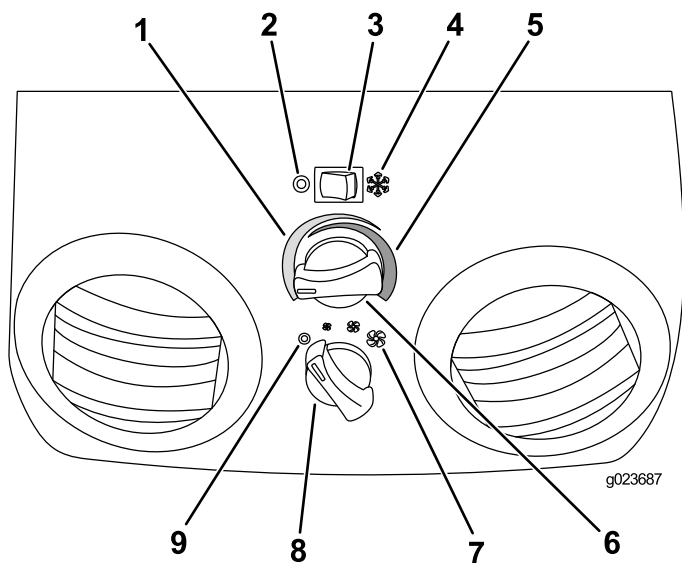

Figure 64
1. Appuyez sur le côté droit de la commande de CLIMATISATION pour ACTIVER la climatisation (Figure 64).
3. Tournez le bouton de réglage de la TEMPÉRATURE vers la gauche jusqu'à ce que la température voulue soit atteinte (Figure 64).
4. Tournez le bouton de réglage de VITESSE DU VENTILATEUR à la position basse, moyenne ou haute (Figure 64).
1. Appuyez sur le côté gauche de la commande de CLIMATISATION pour DÉACTIVER la climatisation (Figure 64).
3. Tournez le bouton de réglage de la TEMPÉRATURE vers la droite jusqu'à ce que la température voulue soit atteinte (Figure 64).